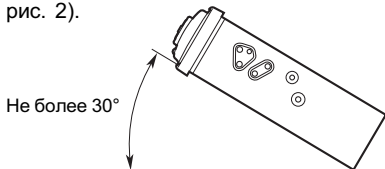

Рис. 2
2. Устанавливайте аппарат под углом не более 30° к горизонтальной плоскости (см. рис. 2).